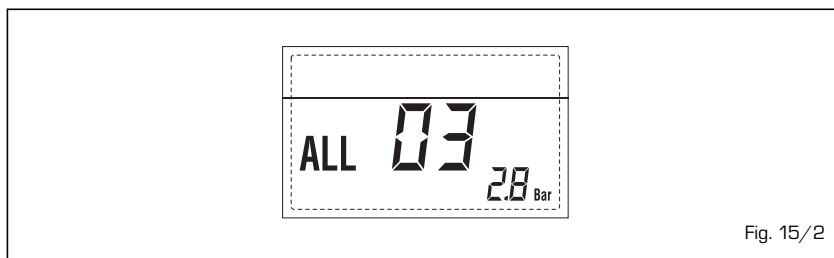

Fig. 15/2
- **ANOMALIA SONDA MANDATA RISCALDAMENTO "ALL 05" (fig. 15/4)**